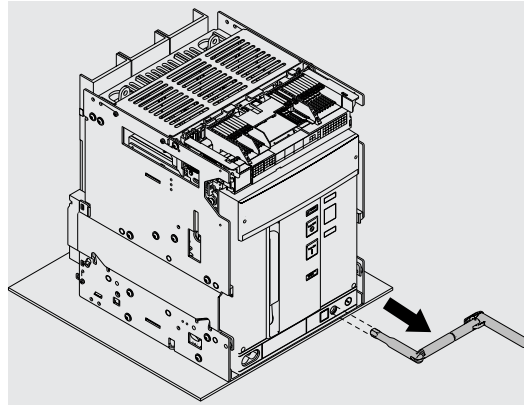

Figure 97
12. Extraire la manivelle. Voir Figure 97.